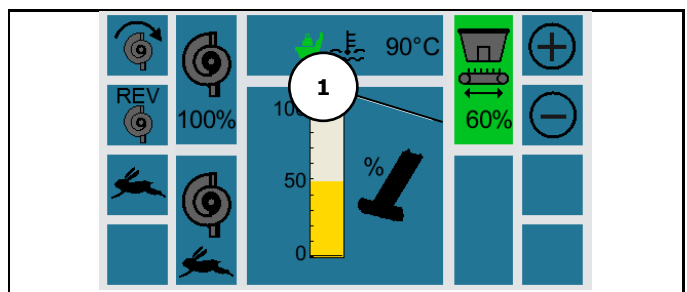

Abb. 5-126
- Die Anzeige "Querförderband"(1) (Abb. 5-126) zeigt den prozentualen Wert für die eingestellte Bandgeschwindigkeit.
- Die Anzeige "Querförderband" (1) (Abb. 5-126) zeigt den prozentualen Wert für die eingestellte Bandgeschwindigkeit.